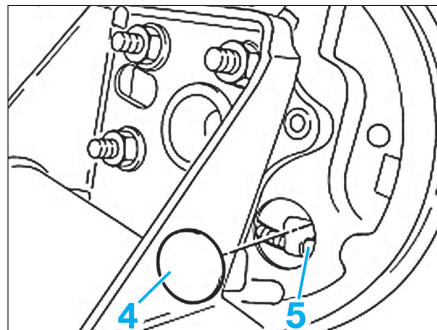

Fig. 34
- Retirer les caches de protection (4) puis détacher les câbles du frein à main (5) de leurs fixations sur les mâchoires (Fig.34).